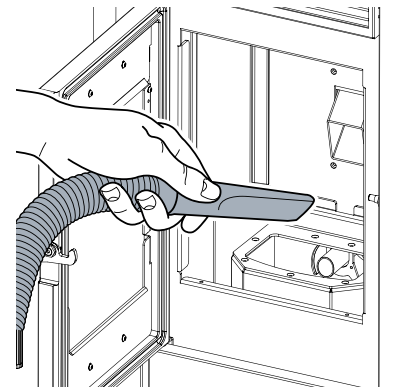

Fig.15.8
- 3) zuig eventueel opgehoopte as of roet op van de muur achter de achterwand (Afb.15.8).